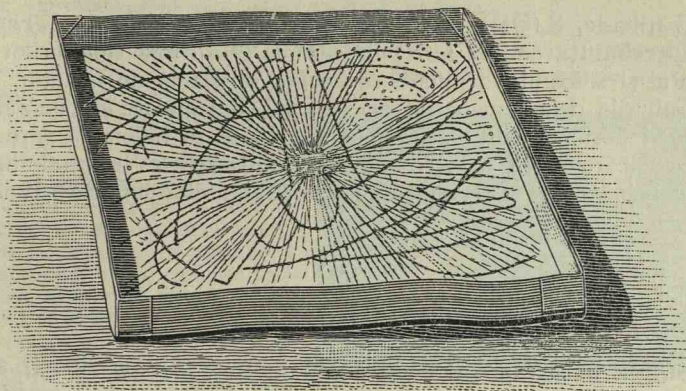

Fig. 128. Linii desenate de stibiul topit aruncat pe hârtie.
**Experiență.** Topim o bucătică de stibiu pe cărbune cu ajutorul suflătorului fig. 127. Aruncăm o picătură de stibiu topit pe o coală de hârtie, care a fost îndoită în sus pela margini. Stibiul topit se mișcă, împrăștiind scântei albe strălucitoare, din cauza oxidațiunei rezezi. Pe hârtie rămân niște urme scrise, particulare, fig. 128.